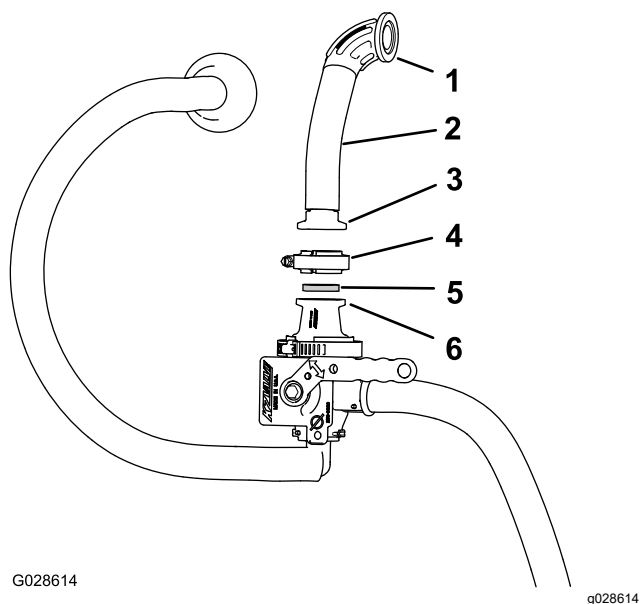

图 20
7. 将垫片和新进水软管的直通凸缘接头与清洁加药器阀顶部的适配器法兰对齐 图 20。
8. 用法兰夹具 图 20 将直通凸缘接头固定到阀门上。